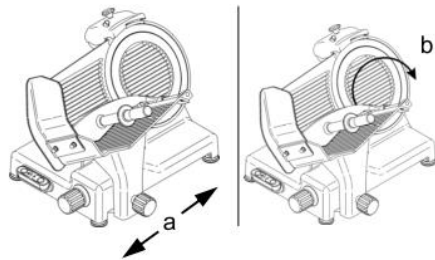

Abb. 19
- die Gleitfähigkeit des Schneidguthalters überprüfen, dabei darauf achten, dass auf dem Arbeitstisch während der Überprüfung nichts im Wege steht (a, Abb. 19);
- die Bewegung des Schneidguthalters überprüfen, dieser muss ganz einfach gehoben und gesenkt werden können (b, Abb. 19);